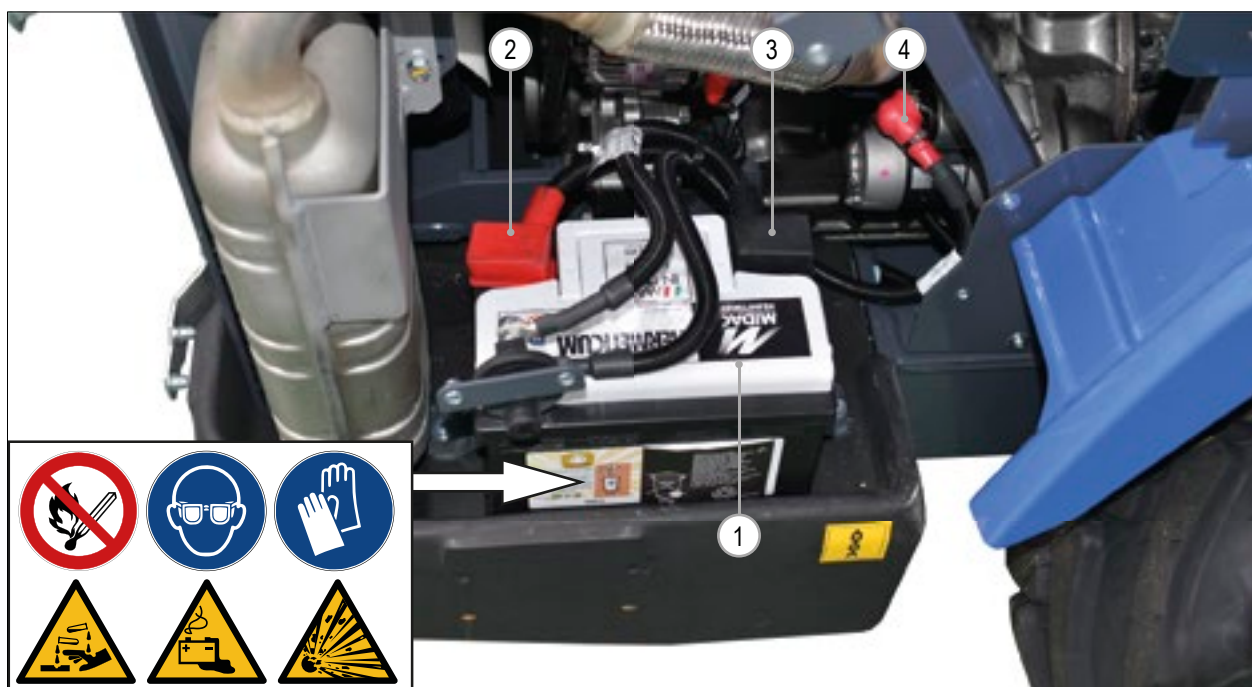

РИС.40
- Аккумулятор (РИС. 40 – Сс. 1) не поврежден, утечки отсутствуют.
- Проверьте соединения силового кабеля (РИС. 40 – Сс. 2 - 3) на предмет следов утечек, коррозии или повреждений.